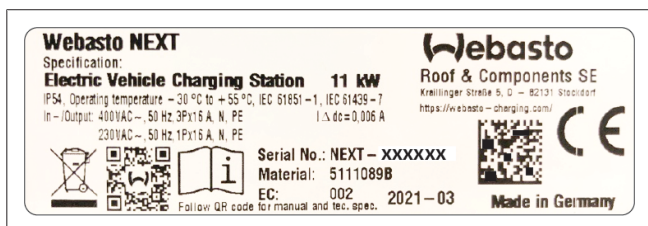

Fig. 1 Ejemplo de la placa de identificación de la Webasto Next (versión de 11 kW)
3. Introduzca los detalles de su estación de carga con el formato que se indica a continuación. Encontrará esta información, por ejemplo, en la placa de identificación de su estación de carga (véase la Fig. 1):